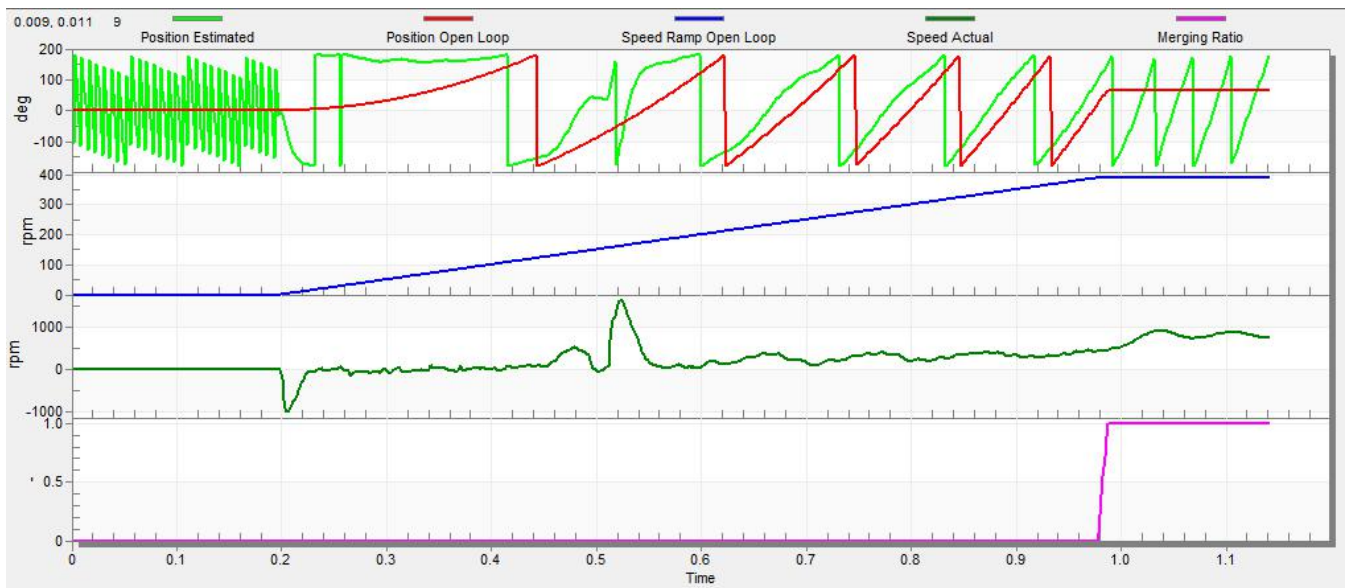

图27.电机启动
- “SL_Kp”值很低，“滤波后的实际转速”超调很大，并且响应时间过长也不是我们所期望的（参见图27).